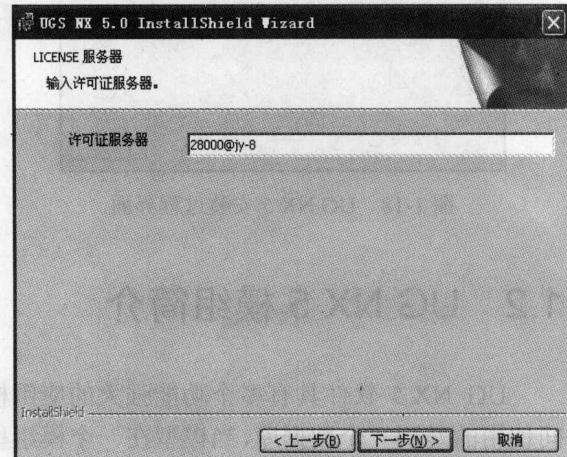

图 1-15 服务器验证界面
(6) 单击 **下一步(N) >** 按钮进入服务器验证界面, 如图 1-15 所示。